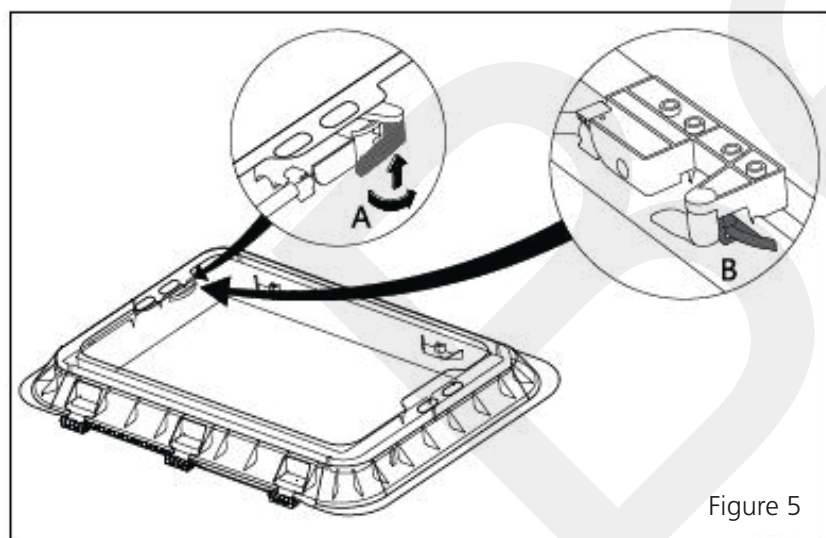

Figure 5
2. Ziehen Sie die Stange heraus (Abbildung 5 A) und drücken Sie die Dachhaube nach oben (Abbildung 5 B). Nach dem Öffnen wird die Dachhaube durch zwei Gasfedern gestützt.
1. Drücken Sie den Griffknopf und drehen Sie ihn um 90° (Abbildung 5 A).
2. Drehen Sie den Griff und rasten Sie ihn in der zweiten Stufe ein (Abbildung 5 B)
2. Tirez la tige (Figure 5 A) et poussez le couvercle du toit vers le haut (Figure 5 B). Après l'ouverture, la jambe de force du couvercle supérieur est soutenue par deux ressorts à gaz.
2. Tirez la tige (Figure 5 A) et poussez le capot de toit vers le haut (Figure 5 B). Après l'ouverture, le capot de toit est soutenu par deux ressorts à gaz.
1. Appuyez sur le bouton de la poignée et tournez-le de 90° (figure 5 A).
2. Tournez la poignée et engagez-la dans le deuxième étage (figure 5 B).